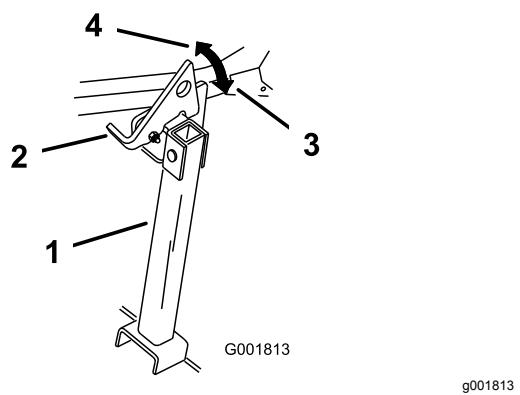

Bild 44
2. Heben Sie den Riegel in die entsicherte Stellung an (Bild 44).